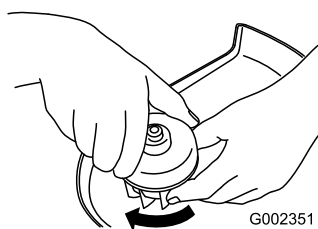

Figure 14
3. Tournez le chapeau dans le sens horaire pour le fixer en place (Figure 14).